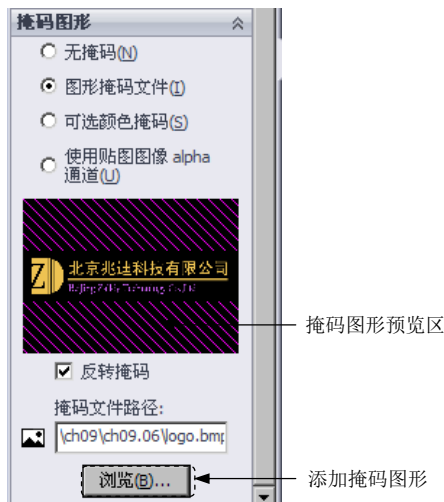

图 8.6.5 “掩码图形”区域
(2) 添加贴图文件。在 **贴图预览** 区域中的 **图像文件路径:** 下单击 **浏览(B)...** 按钮, 添加贴图文件 D:\sw15\work\ch08.06\logo.bmp; 选中 **掩码图形** 中的 **图形掩码文件(I)** 单选项, 系统弹出 **掩码图形** 区域, 如图 8.6.5 所示, 单击 **浏览(B)...** 按钮添加光盘中的贴图文件 D:\sw15\work\ch08.06\logo.bmp; 在 **掩码图形** 区域中选中 **反转掩码** 复选框。